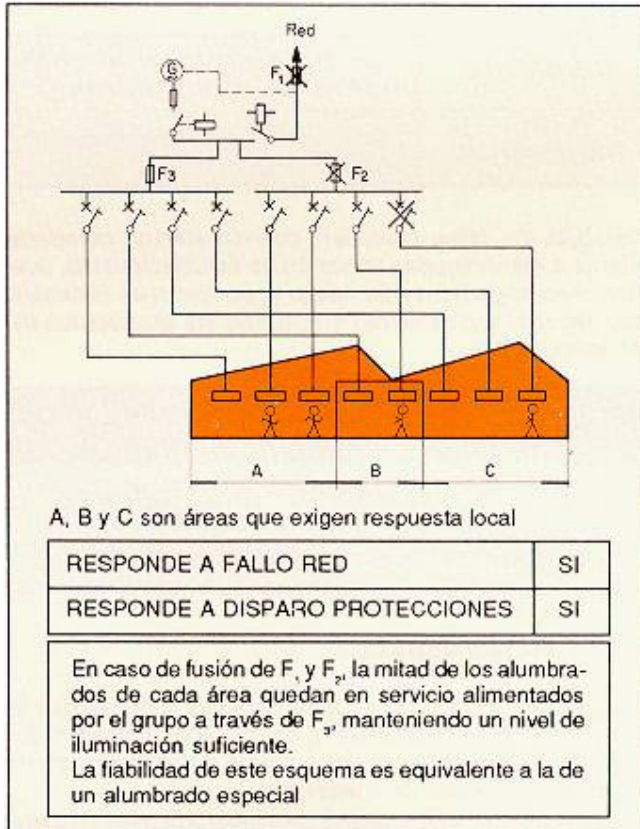
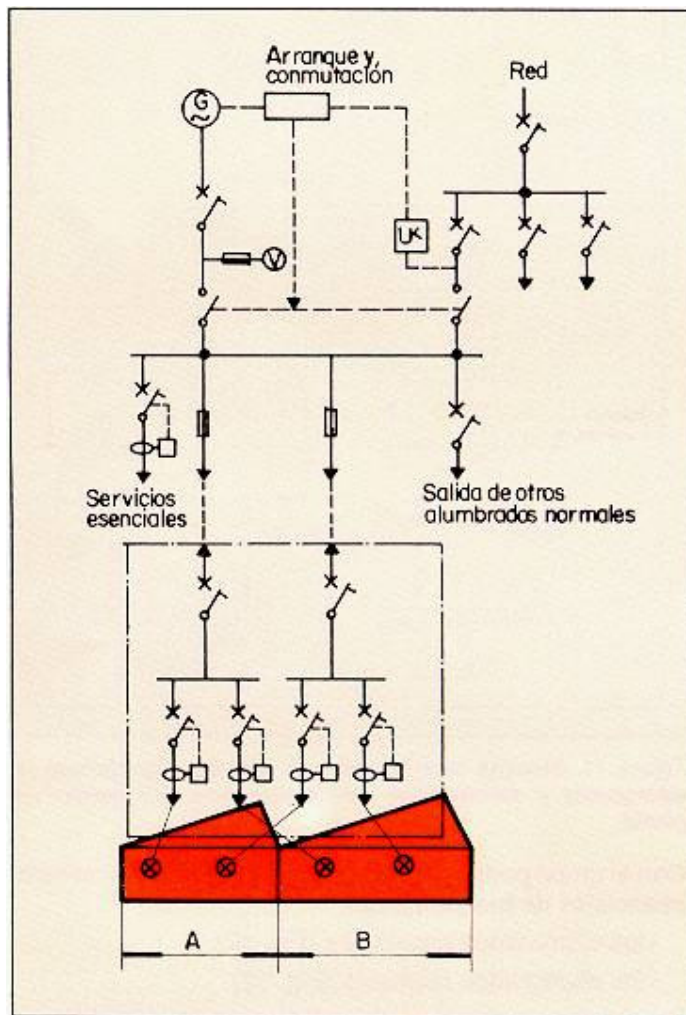

Fig. 5: Con circuitos independientes "aguas abajo" de la conmutación red-grupo
Fig. 13: Grupo electrógeno para alumbrados normales dispuestos en doble circuito
- Los alumbrados normales (Fig. 13).
En el segundo caso, para que el conjunto tenga características de emergencia respondiendo tanto a fallos de red como a la actuación de algún dispositivo de protección, es preciso que cada área se alimente como mínimo por dos circuitos independientes no teniendo ningún dispositivo de protección común "aguas abajo" del sistema de conmutación red-grupo (Fig. 5 y Fig. 13).